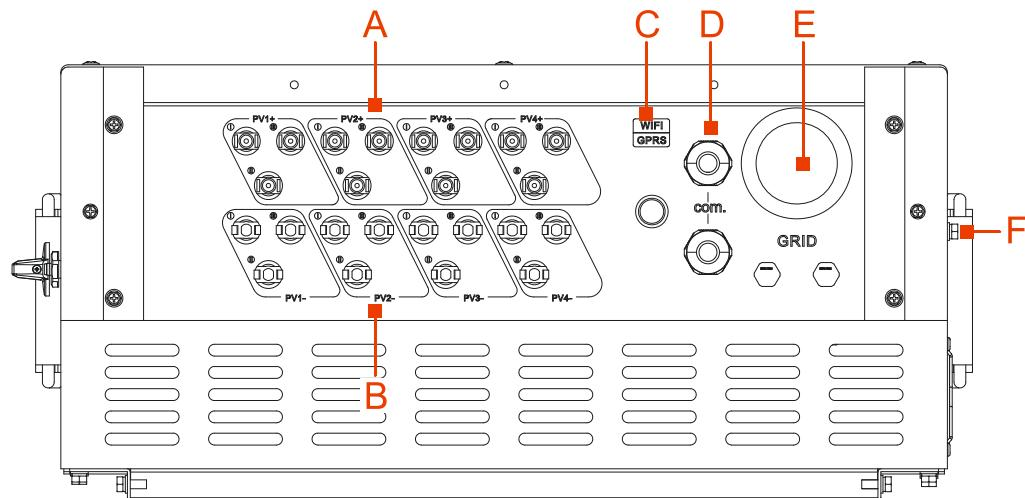

Figura 3-9 Marca de conexão
A fiação do inversor deve ser feita em sua parte inferior. A marca é mostrada na Figura 3-9 e o significado da marca é mostrado na Tabela 3-1 Os requisitos de cabo recomendados são mostrados na Tabela 3-2.
- Como o SPI15K-BLV, o SPI20K-BLV, o SPI25K-BLV e o SPI30K-BLV possui nove rotas de entrada CC, as três rotas de entrada CC na marca PV4+ e PV4- de Figura 3-9 não se acoplam ao conector PV. Use plugues para bloqueá-los.